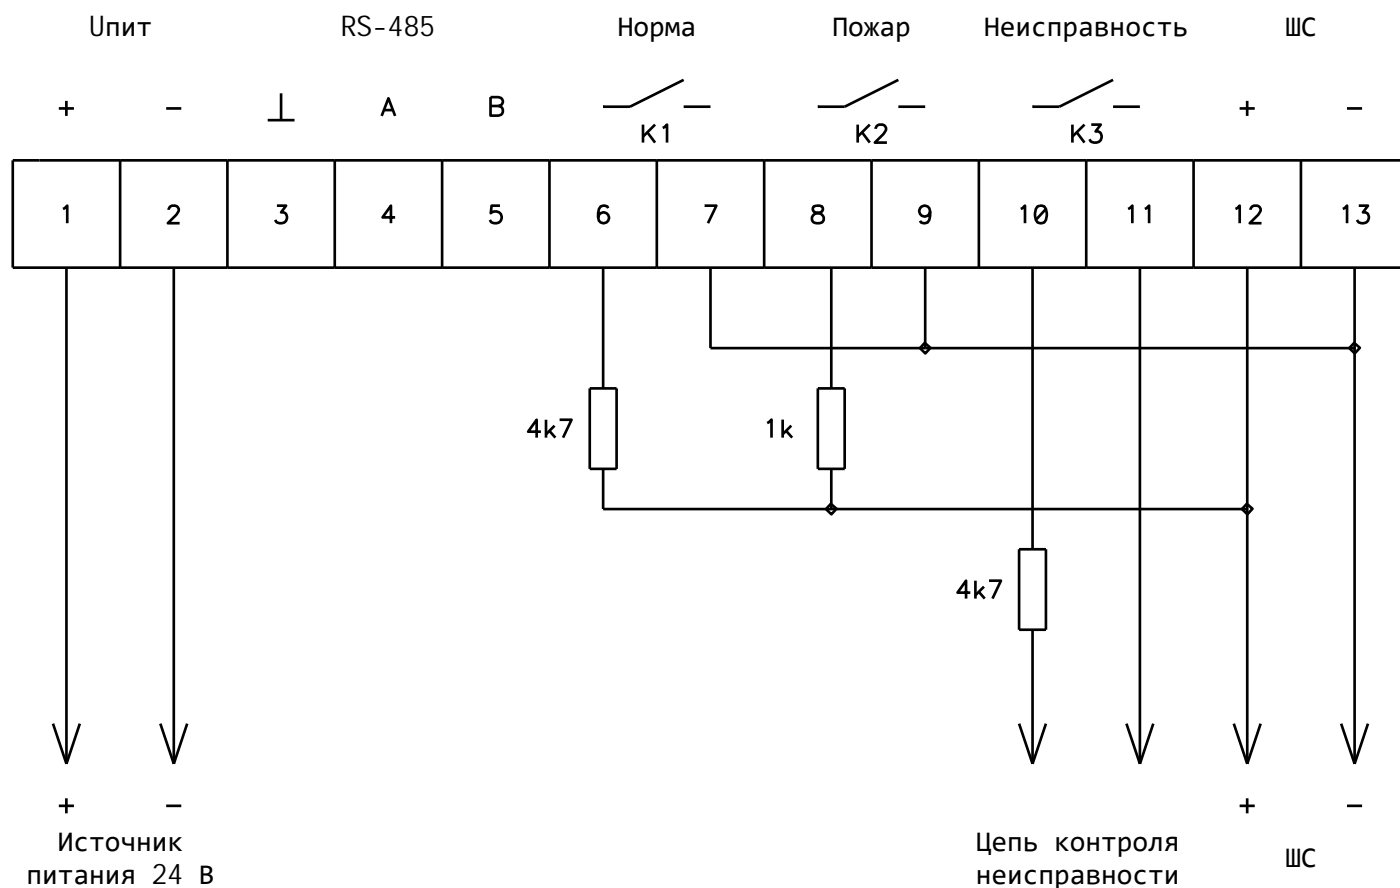

Рисунок 3 – Схема подключения с отдельным сигналом об обслуживании
15.1 Схема подключения Извещателя к пульту централизованного наблюдения (ПЦН) с приоритетом сигналов о пожаре при уменьшении сопротивления ШС и формировании извещений «Пожар» (номиналы резисторов приведены для ПЦН типа ППКОП Сигнал-20П Smd, С2000-АСПТ с ШС1 тип 1 пожарный дымовой с определением двойной сработки) (рисунок 3).